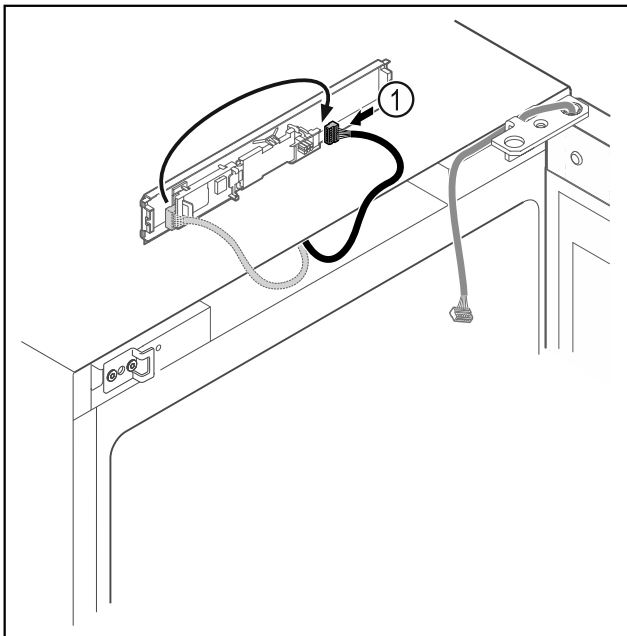

Fig. 12
- Stecker Fig. 12 (1) auf Platine umstecken.